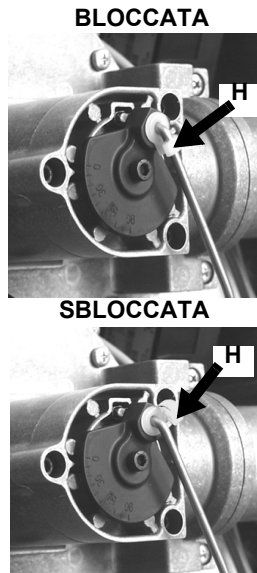

Fig. 45
- 2 Liberare il tirante di regolazione della farfalla gas (Fig. 45) ed estrarlo dalla sua sede tirando verso l'esterno.